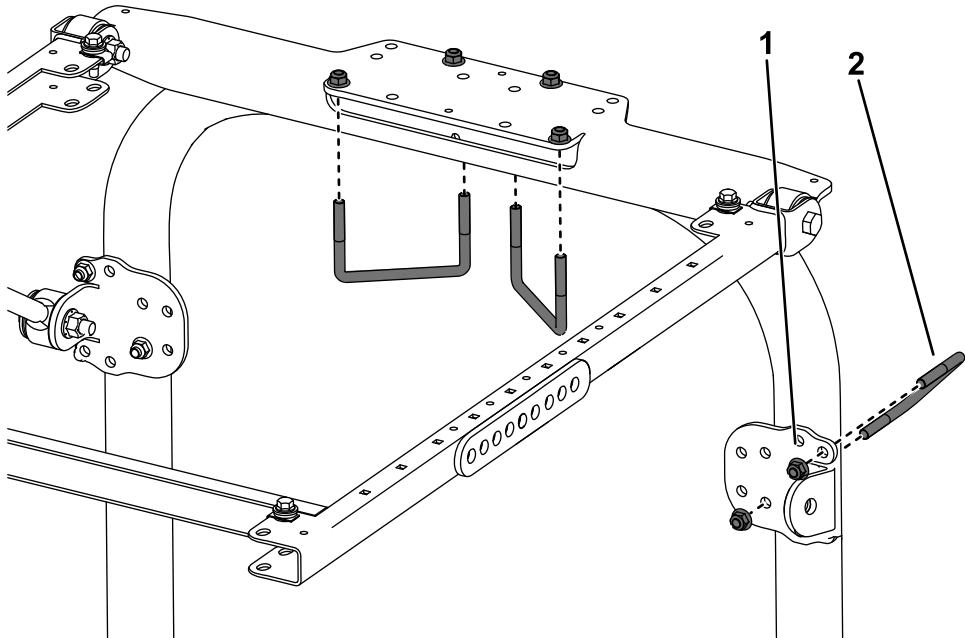

図 43
- 図 43 に示されている取り付け穴を利用して、各ブレースブラケットを ROPS の柱材に取り付ける U ボルト 3-1/8 x 5" とフランジナット 2 個を使用する。